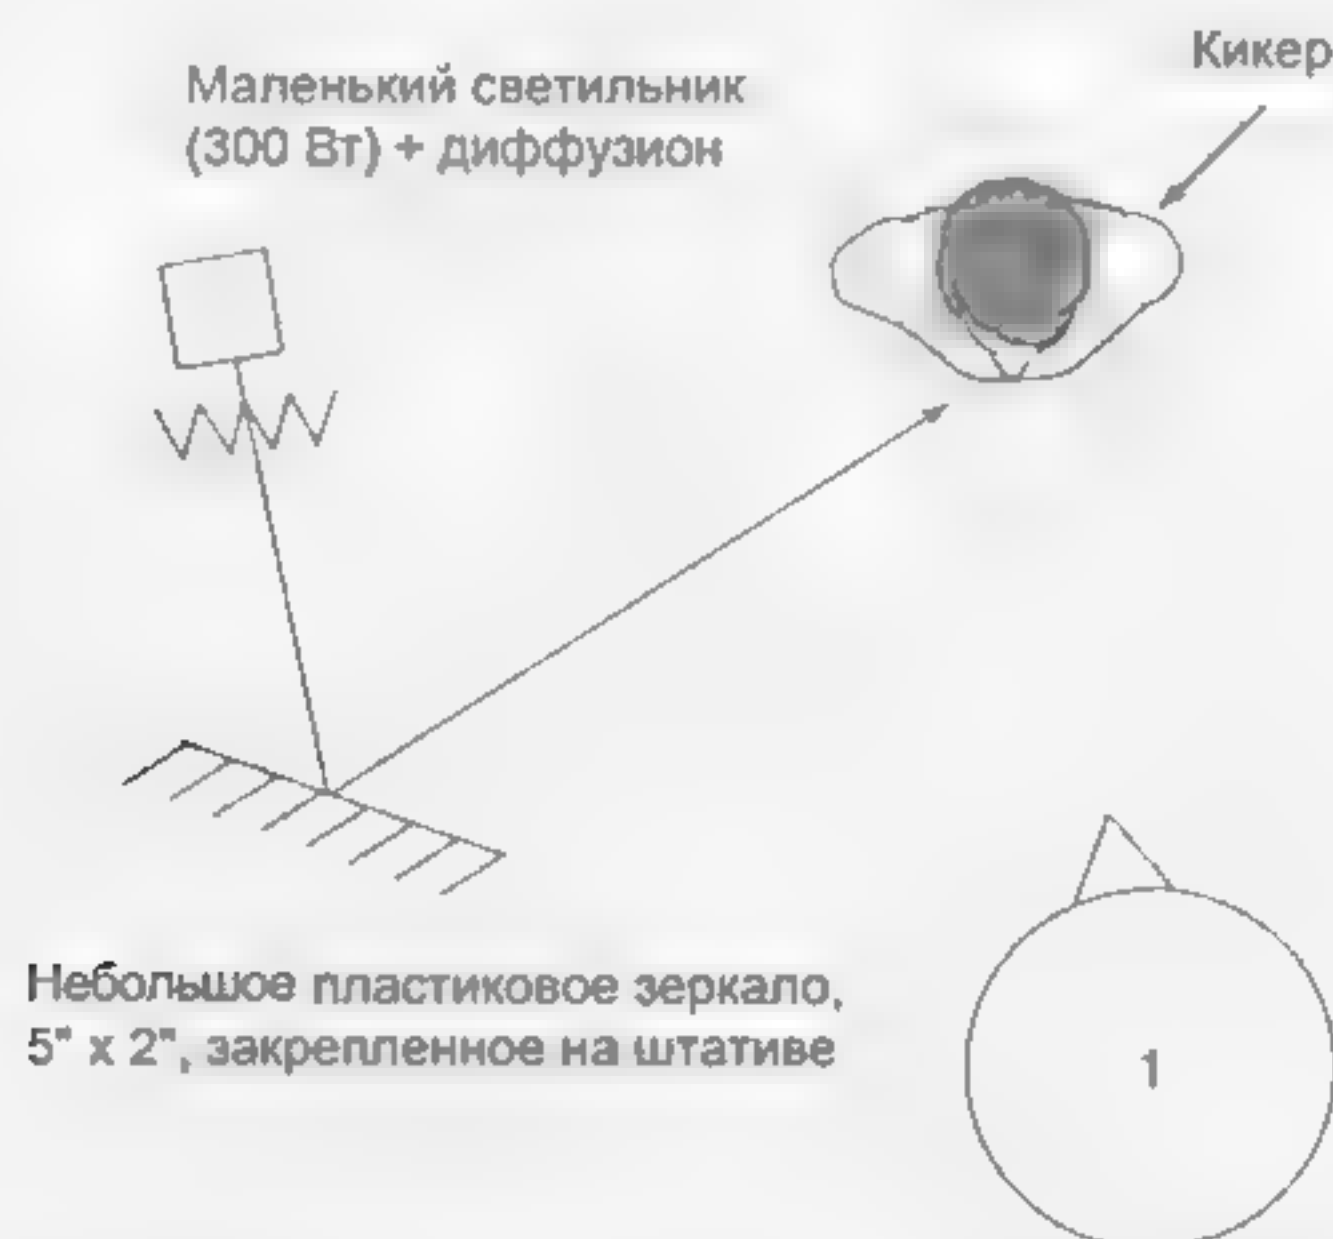

Рис. 18.36 Использование небольшого зеркала, направленного только на глаза
- Небольшой заполняющий свет плюс диффузион обеспечат необходимые блики в глазах, при этом он **должен** быть установлен слева от камеры, на уровне глаз персонажа, чтобы избежать загрязнения цветного света и поддержать хорошую фактуру на лице. В создании настроения решающим является баланс освещения. Если требуется только намек на свет вокруг глаз, то это лучше всего может быть достигнуто при помощи небольшого пластмассового зеркала (пример — рис. 18.36) или прибора типа Дедолайт плюс проекционный объектив с управляемыми жалюзи.